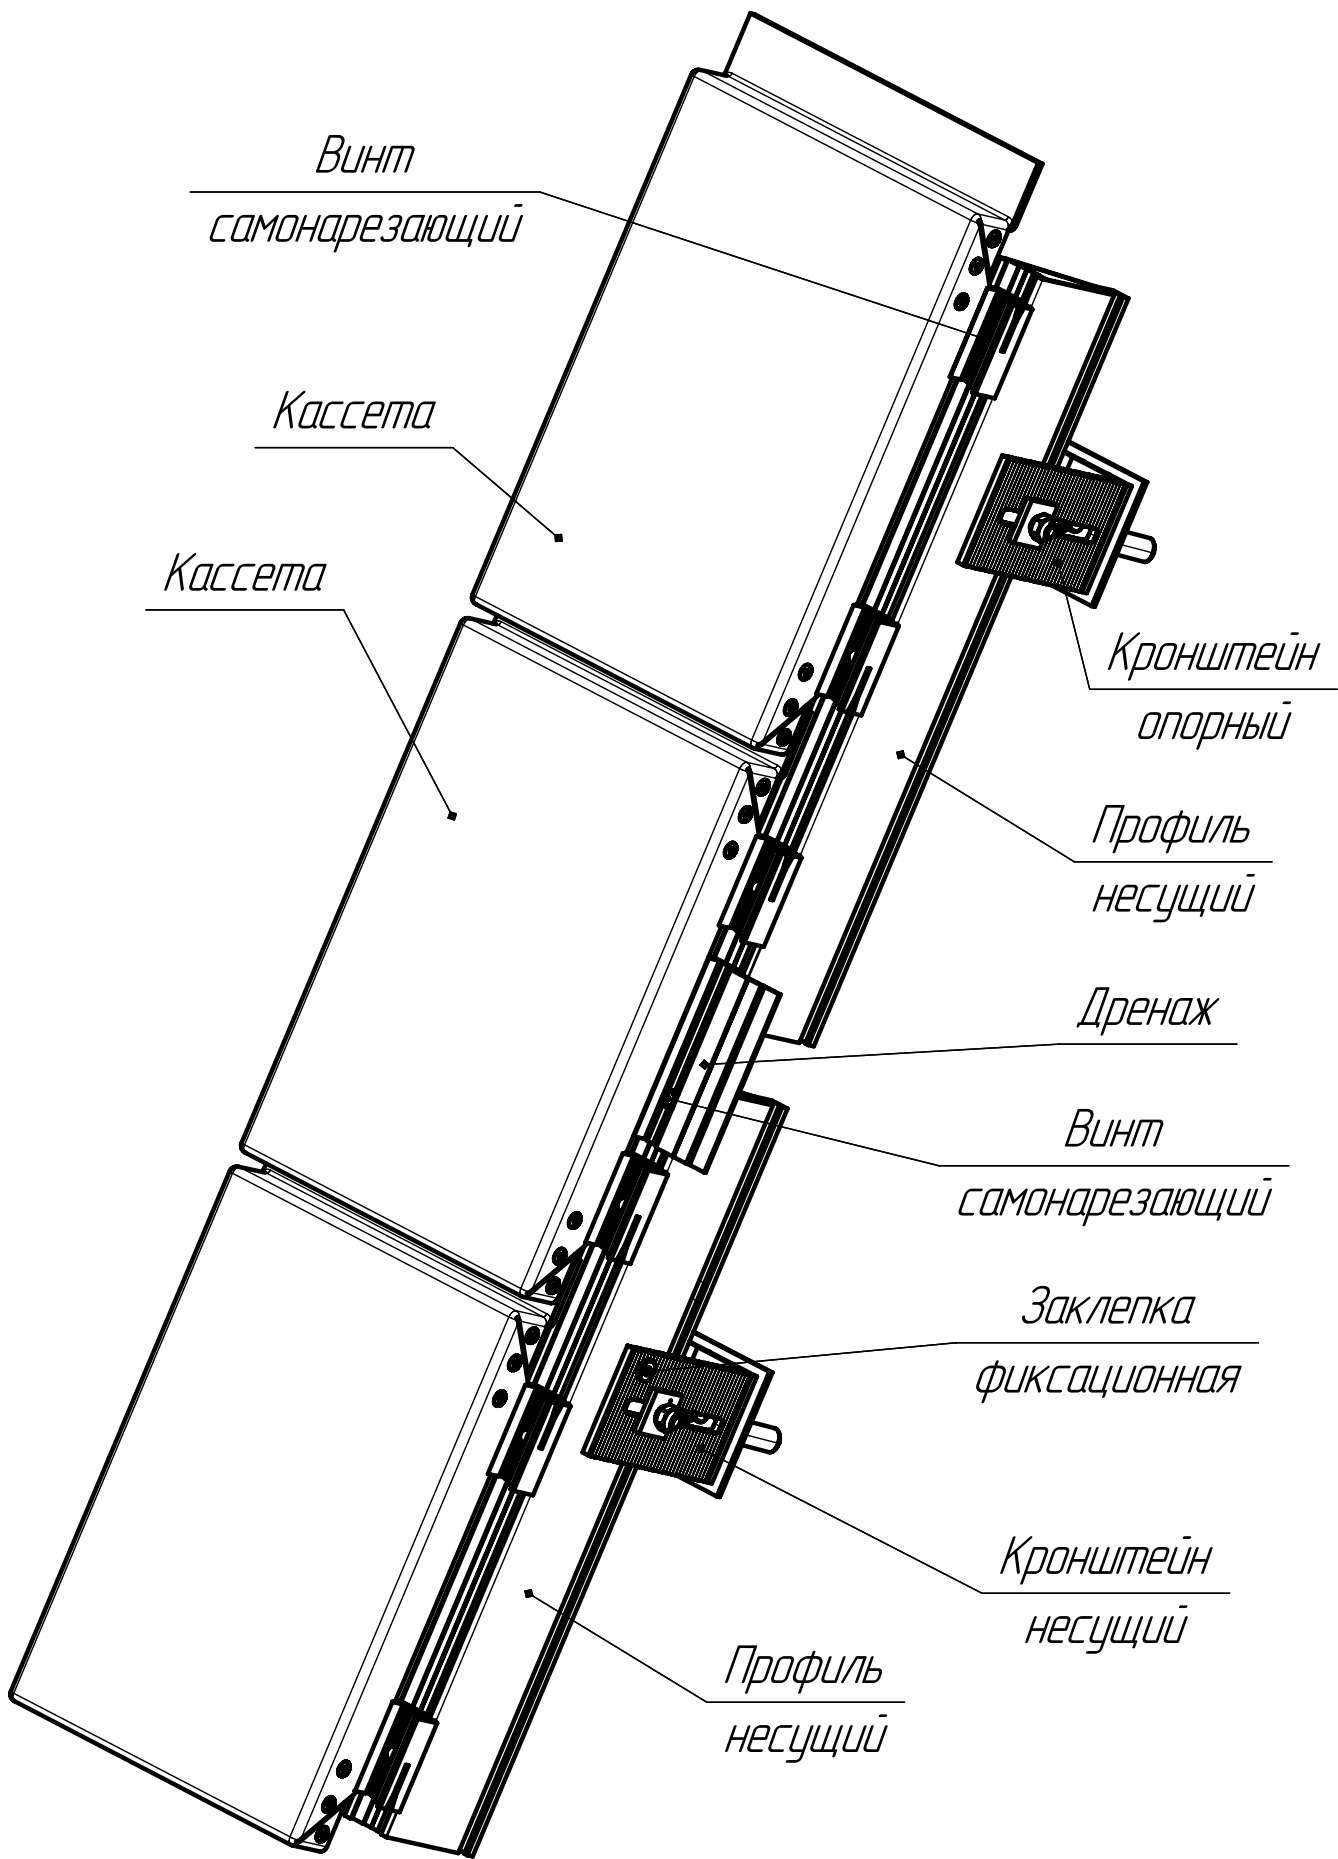

Рис. 5.1 Схема монтажа облицовочных кассет на вертикальном участке стены
- 4) Нижние салазки опустить вниз и ввести в зацепление (не до упора) с фиксаторами кассеты на нижних углах, выдерживая зазор 5–8мм между крайней точкой паза и торцем фиксатора. Нижние салазки закрепить к несущему профилю саморезами 4,2x25 из нержавеющей стали либо установочными винтами М6x12 (см. рис.5.1).